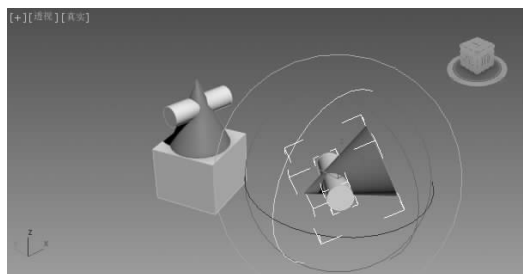

图 3.20 旋转效果
(6) 选择工具栏中“选择并旋转”按钮,进行旋转,旋转完成后效果如图 3.20 所示。